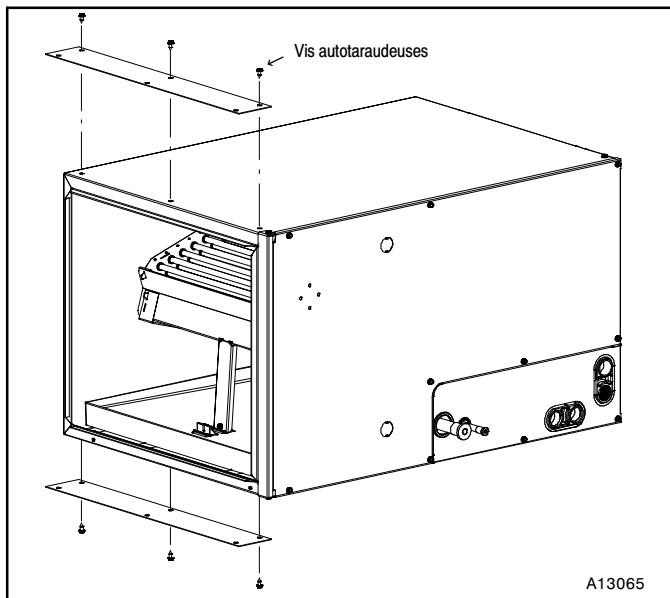

Figure 4 – Installation horizontale vers la droite
1. Utilisez des plaques de fixation fabriquées sur place pour fixer le serpentin à l'appareil de chauffage. (Consultez la **Figure 4**.)